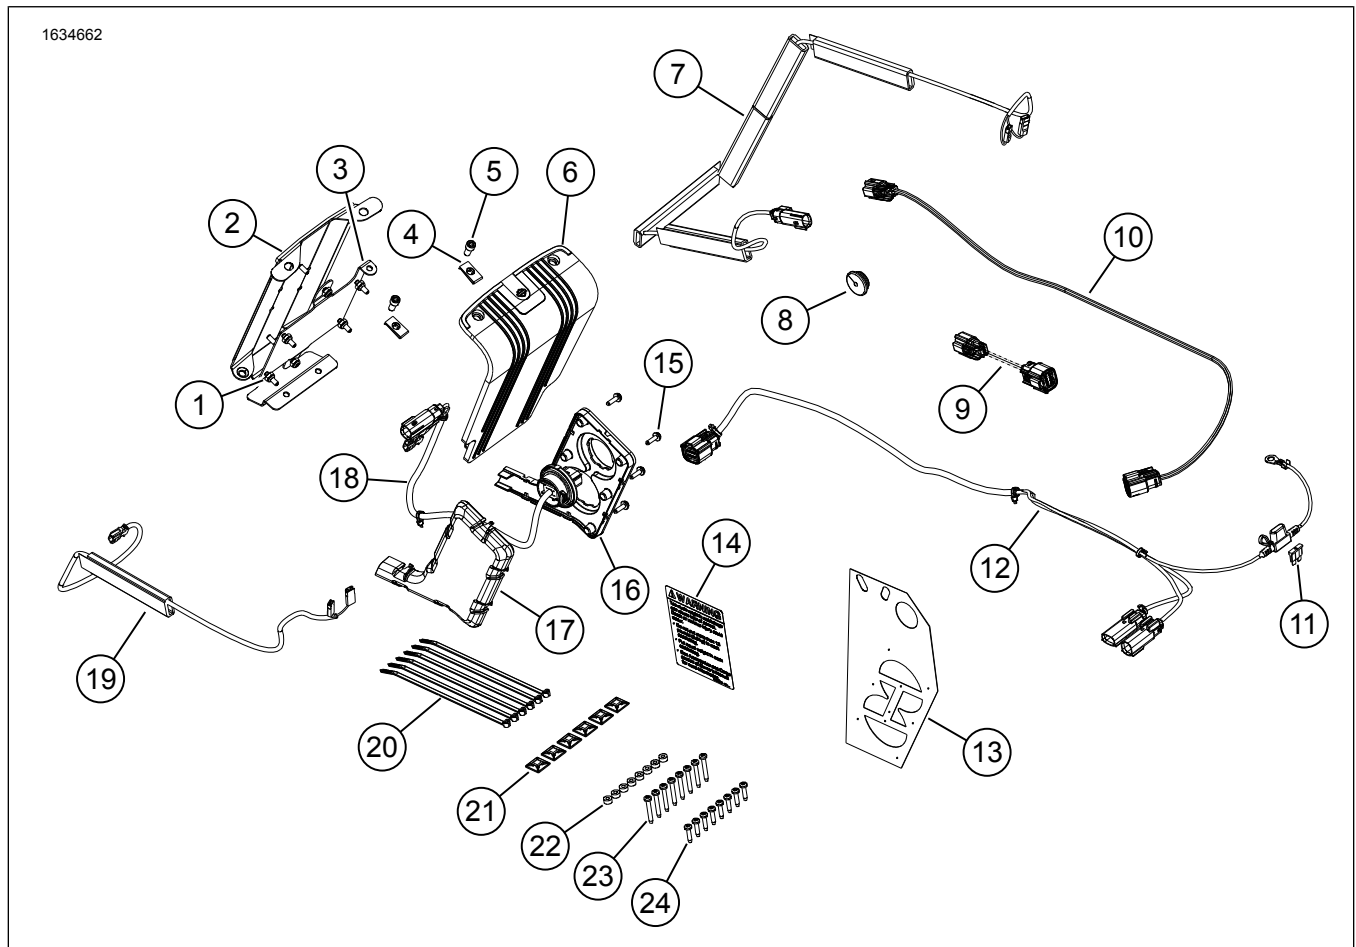

図1。キット内容: RockfordFosgate社製Bluetoothオーディオ
3. 図1を参照してください。サドルバッグ容量ラベル(14)を取り付けます。